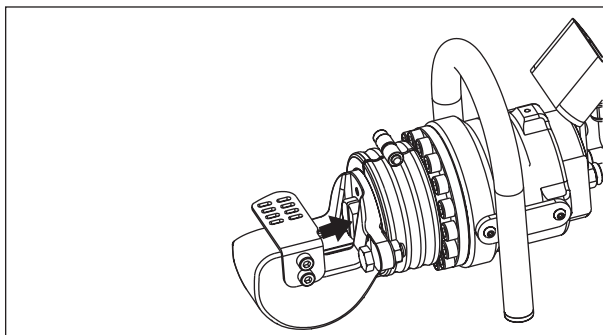

図6:ピストンおよびブレード(ホーム(完全に格納された状態)位置)
材料をカッティングヘッド内に配置する際は、必ずピストンと可動ブレードが完全に格納された「ホーム」位置になるようにしてください。図6を参照してください。
2. ピストンが「ホーム」(完全に格納された状態)位置であることを確認します。図6を参照してください。